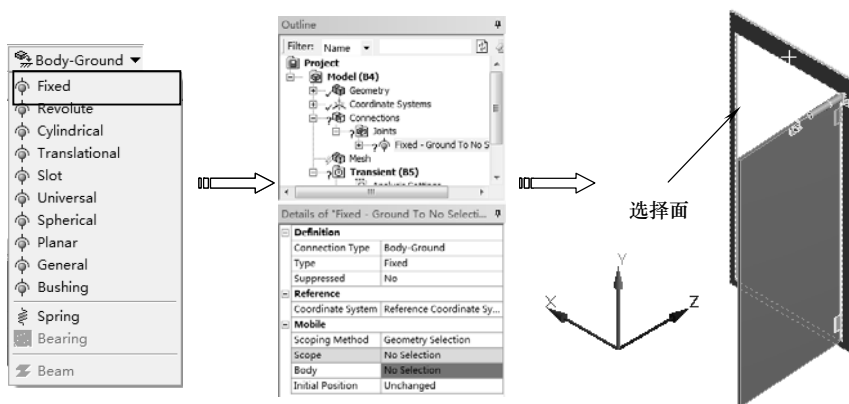

图 10-80 固定
3) 在窗口左侧【Outline (分析树)】中选中【Connections】节点, 单击【Connections】工具栏上的【Body-Ground】|【Fixed】命令, 分析树中增加【Fix-Ground To No Selection】节点。选择如图 10-80 所示的表面, 单击详细设置窗口中的【Mobile】列表中【Body】下的【Apply】按钮完成, 如图 10-80 所示。